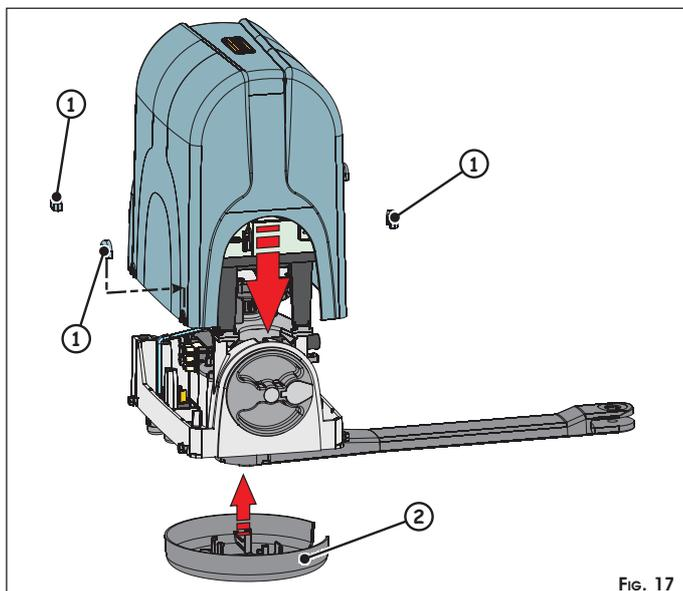

FIG. 17
- ① Disposer l'opérateur pour le fonctionnement manuel, voir paragraphe 7.
- ② Amener manuellement le vantail en position de fermeture.
- ③ Approcher le plus possible l'arrêt mécanique du bras droit et visser les deux vis de fixation.
- Repositionner le carter de protection supérieur, serrer les vis de fixation et positionner les quatre bouchons de protection fig.17 réf. ①.
- Positionner le carter inférieur d'après la fig.17 réf. ②.